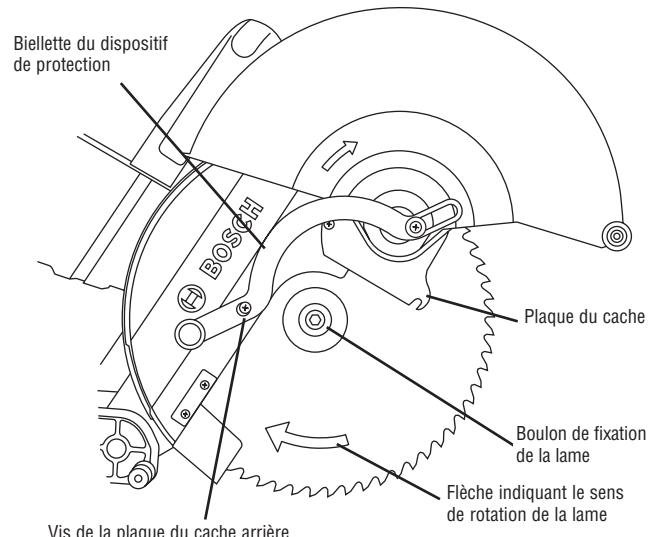

Figure 4
- Faites glisser la plaque du cache vers le bas et détachez-la de la vis arrière. Faites tourner la plaque du cache et baissez le dispositif de protection en tournant dans le sens contraire des aiguilles d'une montre autour de la vis avant. Tout en tenant le dispositif de protection inférieur en position élevée contre le dispositif de protection supérieur, déplacez la biellette de façon que son trou rond puisse aller au-dessus de la vis arrière – puis relâchez, et l'ensemble de dispositif de protection inférieur sera maintenu à bonne distance (voir Figure 4).
2. Manipulez la lame neuve avec précaution. Assurez-vous que la flèche indiquant le sens de rotation sur la lame correspond à la flèche indiquant le sens de rotation sur le dispositif de protection inférieur. Faites glisser la lame vers le haut et entre les côtés du déflecteur de copeaux et au-dessus de la tige de l'arbre. Déplacez la lame de façon que le trou de son arbre soit autour de l'anneau de soutien de la rondelle intérieure (voir Figures 4 et 5).